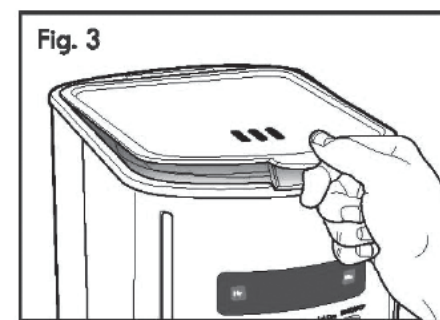

Fig. 3
1. Ouvrez le couvercle supérieur (voir Fig. 3).